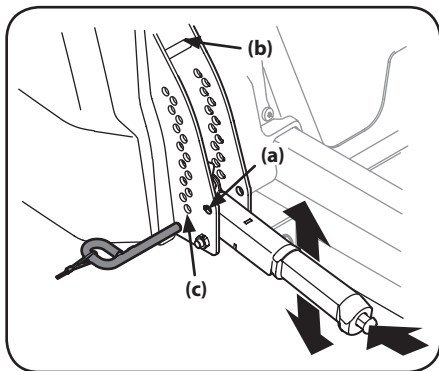

Figure 4-14
- a. Placez le levier de relevage du plateau de coupe à la position de démontage et d'installation (a) pour relever le plateau de coupe. Voir Figure 4-14.
- d. Abaissez le plateau de coupe à la position de démontage / d'installation du plateau de coupe (a) à l'aide du levier de relevage. Voir Figure 4-14.
- e. Abaissez le plateau de coupe à la position de démontage / d'installation du plateau de coupe (a) à l'aide du levier de relevage. Voir Figure 4-14.
1. Placez le levier de relevage du plateau de coupe à la plus haute position de coupe (b). Voir Figure 4-14.